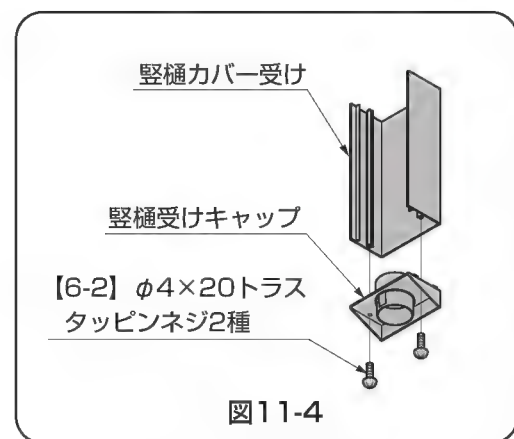

图 11-4
- ②アタッチメントパッキンを雨樋アタッチメントに貼付けて樋に【6-1】で取付けてください。
- ③雨樋ジョイナーを雨樋アタッチメントに取付けてください。
- ④豎樋受けキャップを豎樋カバー受けの切欠きのない側に【6-2】で取付けてください。(図11-4参照)
- ⑤豎樋の長さをH24の場合は2199mmに、H29の場合は2654mmに切断してください。
- ⑥豎樋を豎樋受けキャップに差し込んだ状態で、豎樋カバー受けを柱に当ててください。
- ⑦豎樋カバー受けを樋下面に突き当て、豎樋と雨樋ジョイナーを結合させてください。
- ⑧ドリルで柱にφ3.2の下穴をあけ、【6-1】で豎樋カバー受けを柱に取付けてください。
- ⑨フレームカバーの切欠きのある側を上にして、豎樋カバー受けにはめ込んでください。